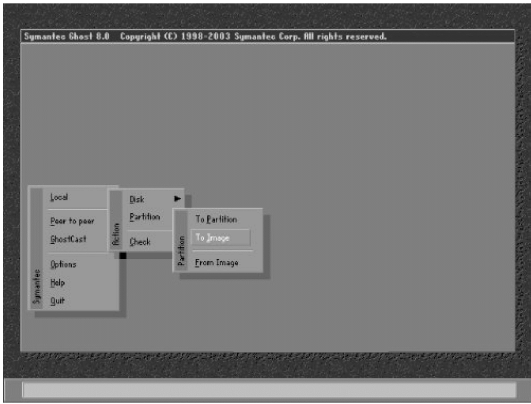

图 14-21 分区备份菜单
(1) 进入 Ghost, 执行“Local”→“Partition”→“To Image”命令, 如图 14-21 所示。